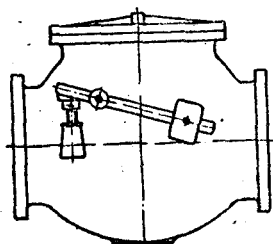
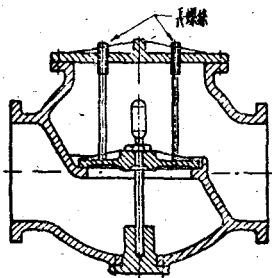

图 5 用千斤頂頂住大气排出門連杆
图 6 用长螺絲压住大气排出門門盘
1. 頂住凝汽器大气排出門的門盘，防止灌水水位高时将它頂开；頂住大气排出門門盘常用的簡單方法有二种：一种是用千斤頂頂住大气排出門的連杆，如图 5 所示；另一种是用二根长螺絲直接压住門盘，如图 6 所示，后面一种方法，